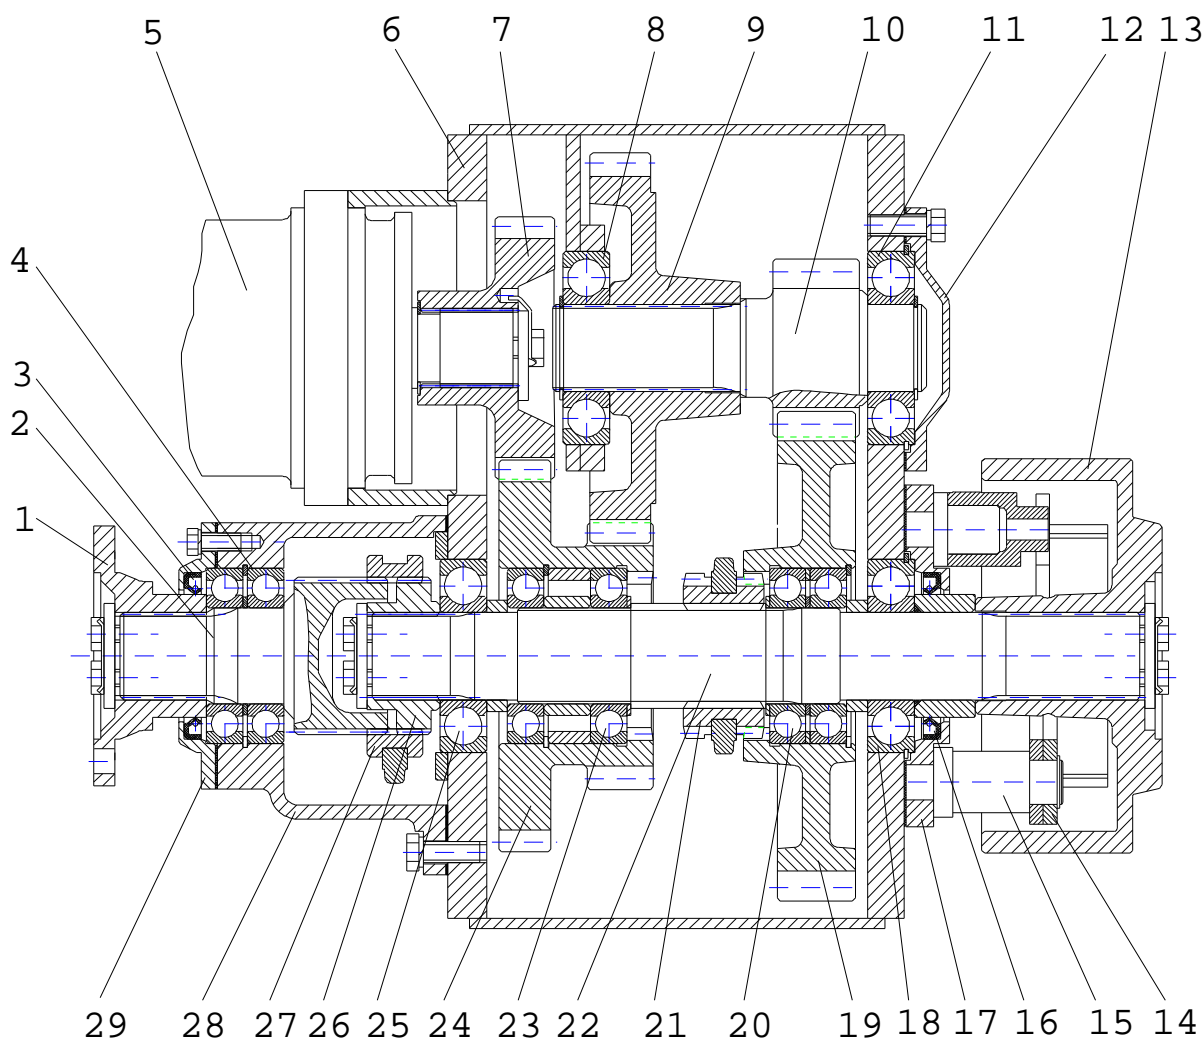
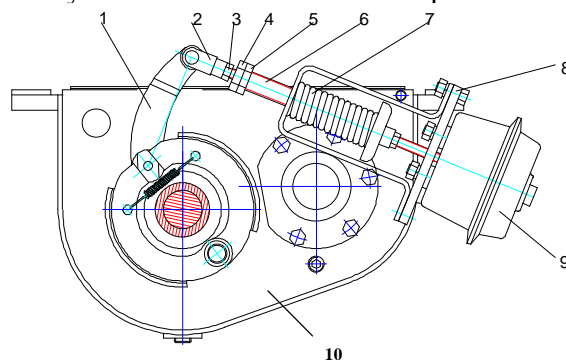

Рис. 19 Коробка перемены передач
Рис. 20 Стояночный тормоз
1.2. КОРОБКА ПЕРЕМЕНЫ ПЕРЕДАЧ (РИС. 19)
Шестерня 7 (рис. 19), закрепленная на выходном валу гидромотора 5, передает крутящий момент шестерни 21. Шестерня 24, установленная на подшипниках 23 на валу 22 вторым наружным зубчатым венцом, находится в постоянном зацеплении с шестерней 9, закрепленной на валу-шестерне 10. Вал-шестерня 10 находится в зацеплении с шестерней 19, установленной на подшипниках 20 на валу 22.
Стояночный тормоз крепится к корпусу 10 (рис. 20) на кронштейне 8. При отсутствии давления в пневмокамере 9 пружина 7 прижимает колодки рычагом 1 к тормозному шкиву 13 (рис. 19) – тормоз включен. На рис. 20 тормозной шкив не показан. Давление воздуха, подаваемого в пневмокамеру 9 (рис. 20), выдвигает шток 6, который поворачивает рычаг 1, в результате чего колодки отходят от тормозной поверхности шкива, и тормоз выключается.